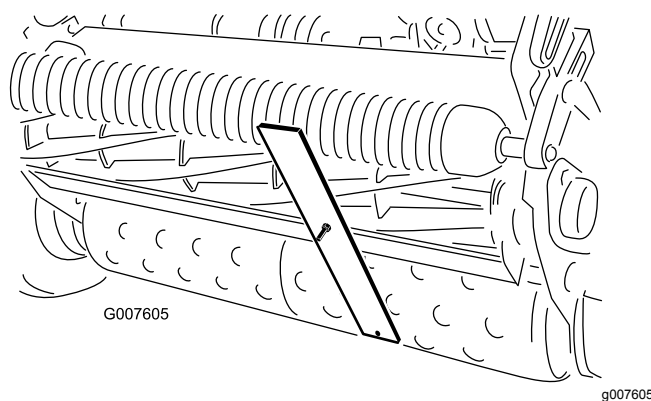

図 56
4. ゲージバーのねじの頭を下刃の先端に引っ掛け、バーの後端を後ローラに当てる 図 56。